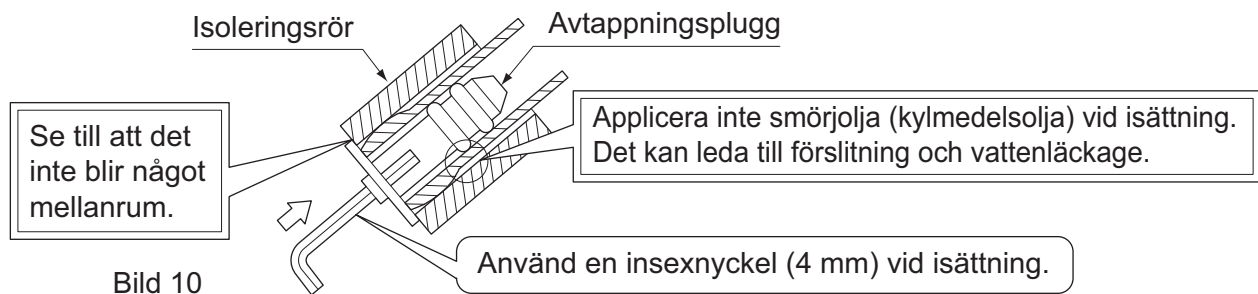

Bild 10
- Ta bort dräneringspluggen, isoleringsrör och dräneringsslangen från dräneringstråget och sätt tillbaka. (Se bild 10)
- Dra lokala kylmediumrör i förväg, och passa in dem mot vätskerör- och gasrörsmarkeringarna som är graverade på installationspanelen (1).